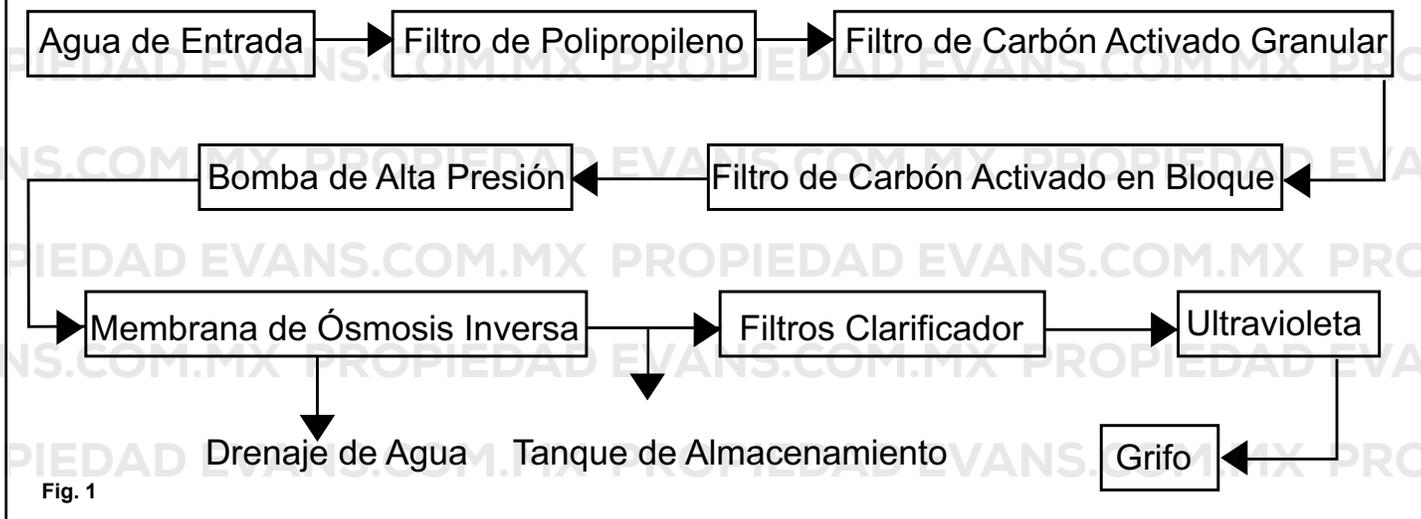

Fig. 1
- 1 Desconecte la manguera (Fig.A) que se localiza antes de ingresar a la bomba de alta presión (Fig.1) ó membrana de ósmosis inversa, misma que sale del filtro de carbón activado en bloque.